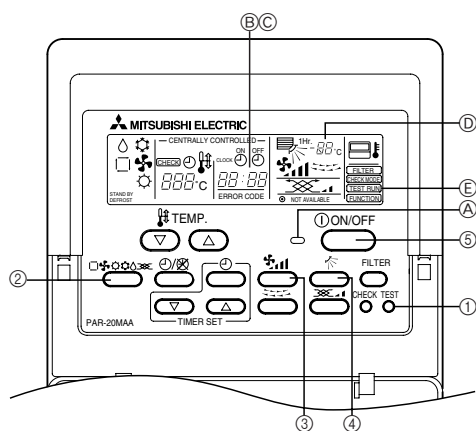

Fig. 6-1
6. Prueba de funcionamiento (Fig. 6-1)
| 3. Tubo de refrigerante e tubo de drenagem | 20 | 6. Ensaio (Fig. 6-1) | 25 |